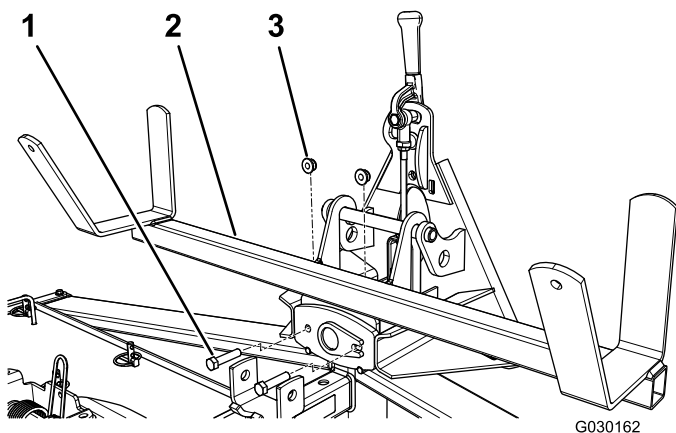

Figura 2
2. Instale el soporte en el adaptador y sujételo con 2 pernos ( $3/8 \times 1\frac{1}{2}$ ") y 2 tuercas con arandela prensada ( $3/8$ "), según se muestra en Figura 2.